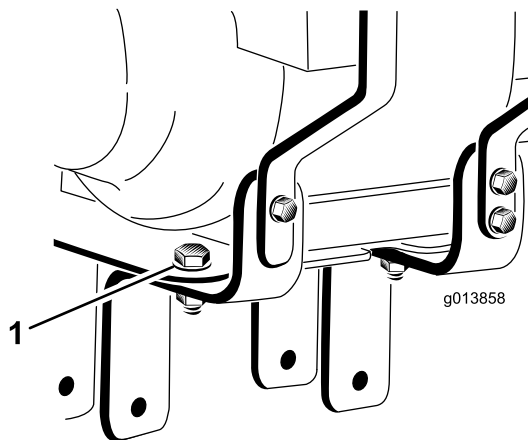

Bild 3
3. Lösen Sie die zwei Schrauben und Muttern (nicht entfernen), mit denen die Befestigungshalterungen des Motors an der Motorbefestigungsplatte befestigt sind (Bild 3).